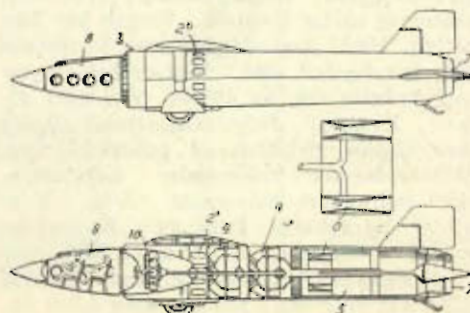

Fig. 2.
Italienaren Campinis konstruktion går tillbaka till år 1932, då han erhöll patent på denna anordning (fig. 2). Atmosfärisk luft intages genom öppningarna vid 3 och komprimeras i centrifugalkompressorn 4, vilken drives av en vanlig flygmotor eller en gasturbin (10). Efter kompressorn ledas luftströmmen genom en likriktare, som samtidigt är utformad som motorkylare, och kommer så till det egentliga förbränningsrummet 5. Här blandas luften i venturirör med bränslet, varefter detta förbrinner. Expansionen fullföljes i ett munstycke av vanlig konstruktion.
Det vid Caproniverken byggda flygplanet motsvarar det i fig. 2 avbildade, varvid maskinen dock försetts med en propeller för starten. Efter ingångna meddelanden skall detta flygplan, som under proven flögs av överste Bernardi, ha utfört en flygning om tio minuter och därvid nått en hastighet av 720 km/tim.